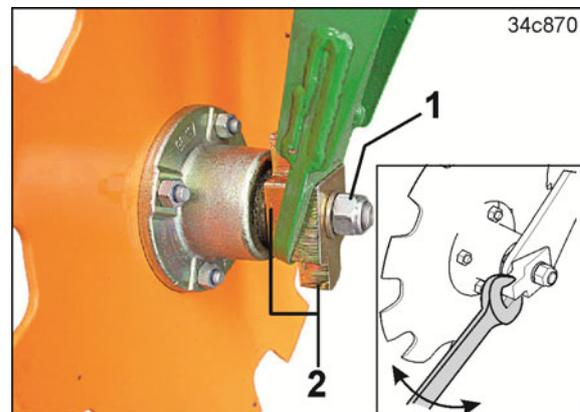

Fig. 219
2. Desserrez l'écrou (Fig. 219/1) et tourner le disque traceur avec les cales (Fig. 219/2).